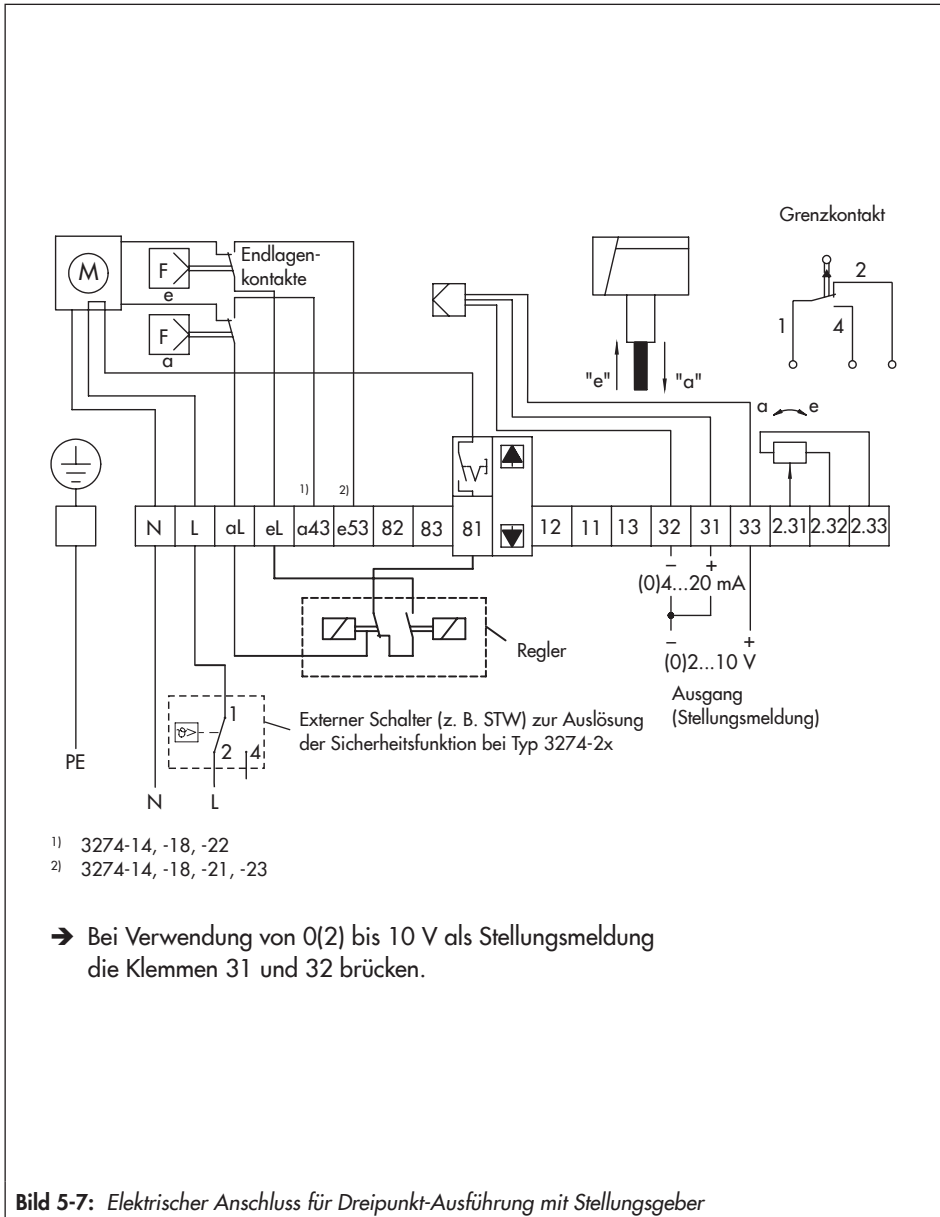

Bild 5-7: Elektrischer Anschluss für Dreipunkt-Ausführung mit Stellungsgeber
- Den seitlichen Gehäusedeckel demontieren, die Leitungen durch die Kabelverschraubungen am Gehäuse auf die Anschlussklemmen führen und anschließen (vgl. Bild 5-5 bis Bild 5-7 oder eingeklebtes Anschlussbild im Gehäusedeckel).
Die Anschlussbilder gelten auch für die Zusatzgeräte (vgl. Bild 5-5 bis Bild 5-7).
Bei der Ausführung mit Stellungsregler (vgl. Bild 5-6) und Stellungsgeber (Bild 5-7) können als Stellungsmeldung an den Klemmen 31, 32 und 33 hubproportionale Ausgangssignale abgenommen werden (Signal steigt mit einfahrender Antriebsstange).